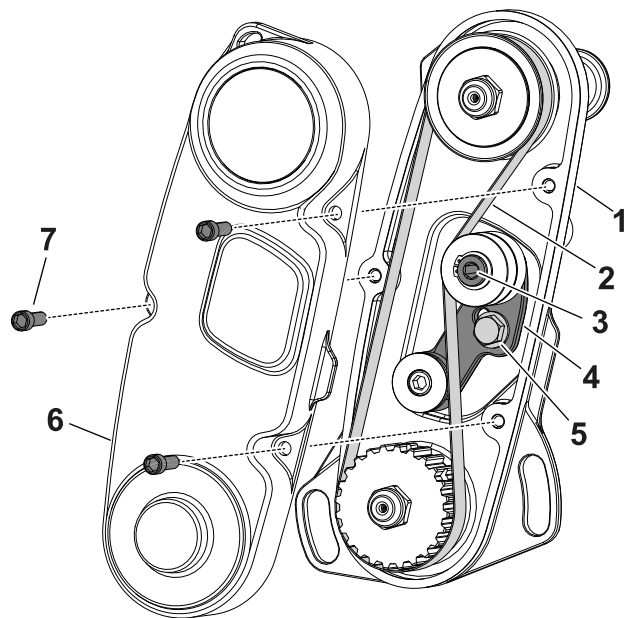

Figura 16
1. Îndepărtați capacele curei pentru a expune cureaua (Figura 16).
2. Slăbiți șurubul brațului de ghidare și rotiți brațul de ghidare (Figura 16) pentru a elibera tensiunea de pe curea.
3. Îndepărtați cureaua (Figura 16).
6. Instalați cureaua și tensionați cureaua prin aplicarea a 6 - 7 N·m la nivelul capului hexagonal intern al brațului de ghidare indicat în Figura 16.